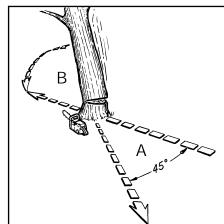

Рис. 11A
**ПРЕДУПРЕЖДЕНИЕ:** Прежде чем приступить к валке, необходимо подготовить путь к отходу (A) (при необходимости расчистите место от помех). Путь отхода должен быть направлен по диагонали в сторону, противоположную предполагаемому направлению падения, как показано на Рис. 11A.
**ЗАМЕЧАНИЕ:** Чтобы лучше контролировать направление падения дерева (B), используется зарубка (направляющий подпил). Прежде чем начинать повал, определите, с какой стороны расположены наиболее крупные ветви и каков естественный наклон дерева. Это позволит определить, в какую сторону нужно валить дерево.